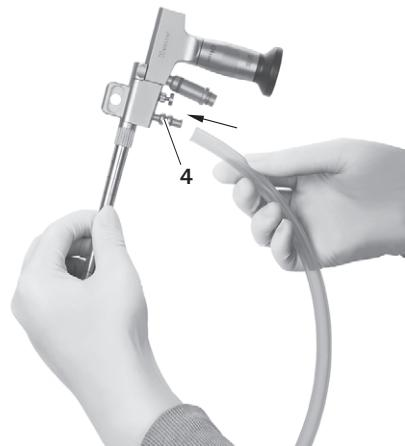

Fig. 20
- Anslut spolningsslangen till spolningsanslutningen **4**, se Fig. 20.